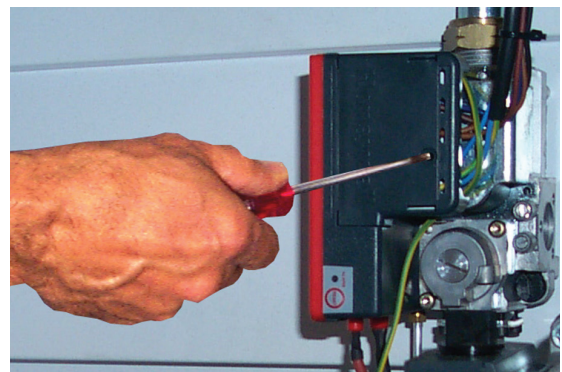

fig. 7
2. Quitar la centralita electrónica de mando de la válvula del gas (fig. 7).